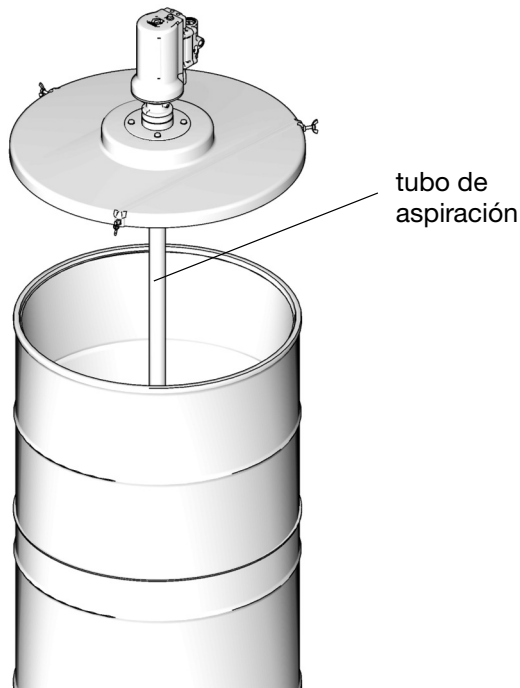

FIG. 28
8. Inserte el tubo de aspiración de la bomba a través del centro del ojal de caucho (15b) del plato seguidor (15) (FIG. 28).